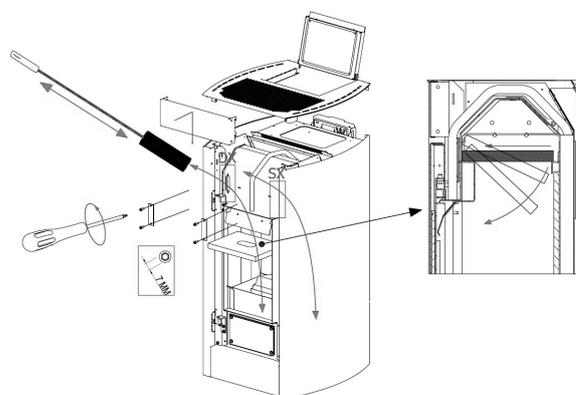

Fig. 84 - Reinigung
- Die obere Klappe abziehen (siehe **Fig. 84**), eventuell vorhandene Asche absaugen und die Innenwände der Verbrennungskammer säubern.